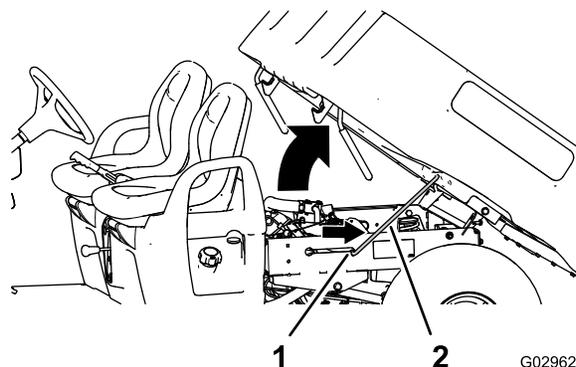

Figure 15
2. Engagez la béquille dans le cran de verrouillage pour bloquer le plateau en position (Figure 15).
2. Tirez la béquille hors de la fente de verrouillage (Figure 15).
- Abaissez le plateau jusqu'à ce qu'il se verrouille fermement en place (Figure 15).